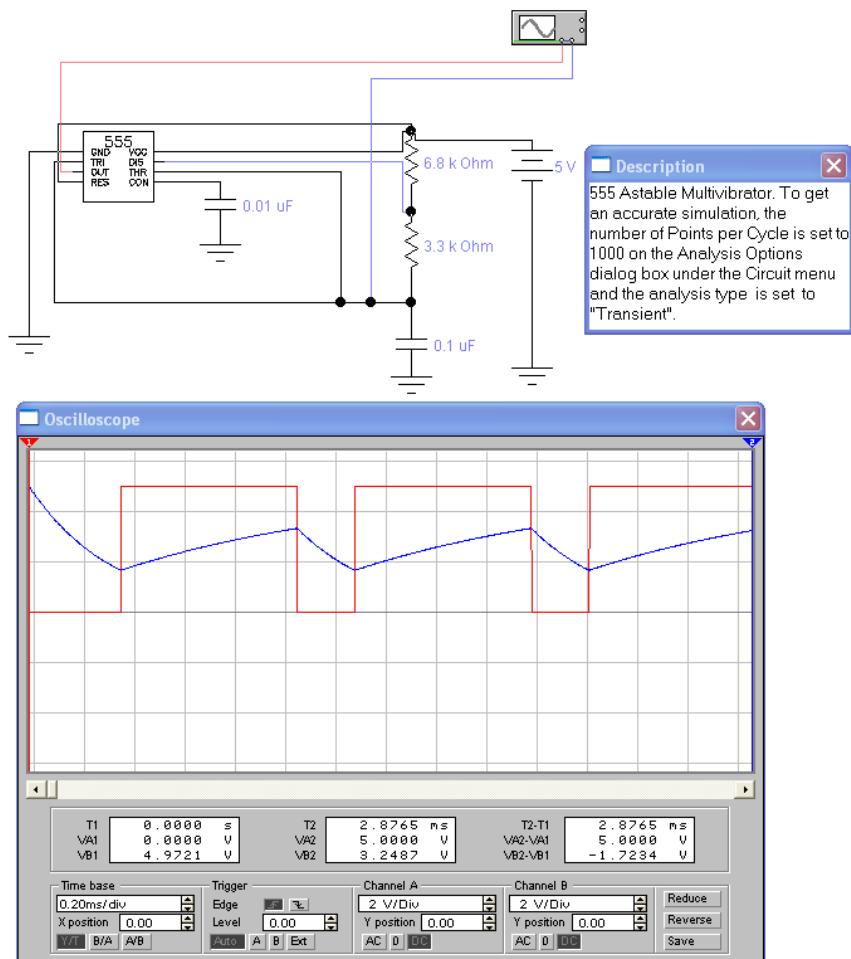

Рис. 2.13
2.8.6. В программе WorkBench в папке CIRCUITS выберите файл 555-1.ewb и получете модель мультивибратора (импульсного генератора) показанную на рис. 2.13. Проведите ее исследование, рассмотрите временные диаграммы напряжений для различных параметров элементов цепи, сделайте выводы.